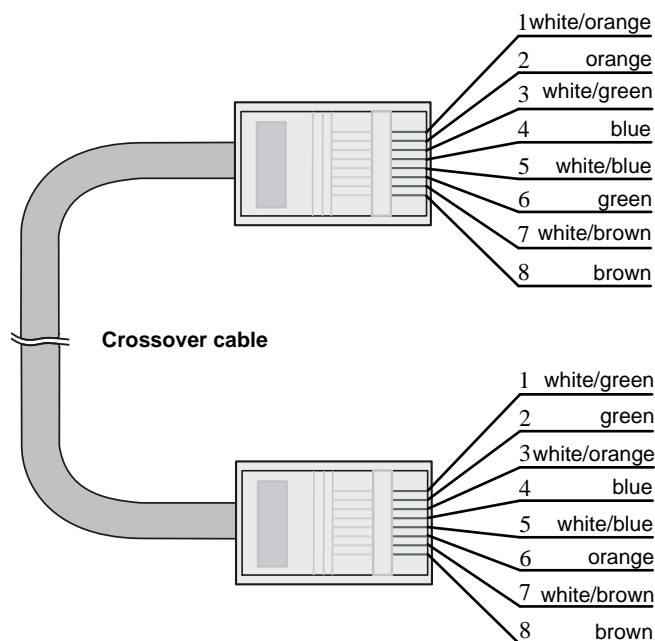

図5-3 クロスケーブル
- クロスケーブル：図 5-3で示すように一方の端のピン配置は 568B規格に従い、もう一方の端のピン配置は 568A規格に従います。